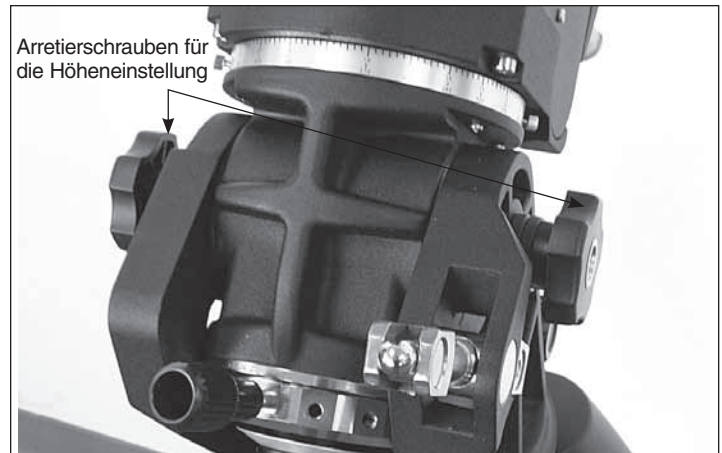

Abbildung 12. Die beiden Arretierschrauben für die Höheneinstellung.
1. Lösen Sie die beiden Arretierschrauben für die Höheneinstellung seitlich an der Montierung (**Abbildung 12**).
1. Lockern Sie die beiden Arretierschrauben für die Höheneinstellung (**Abbildung 12**).